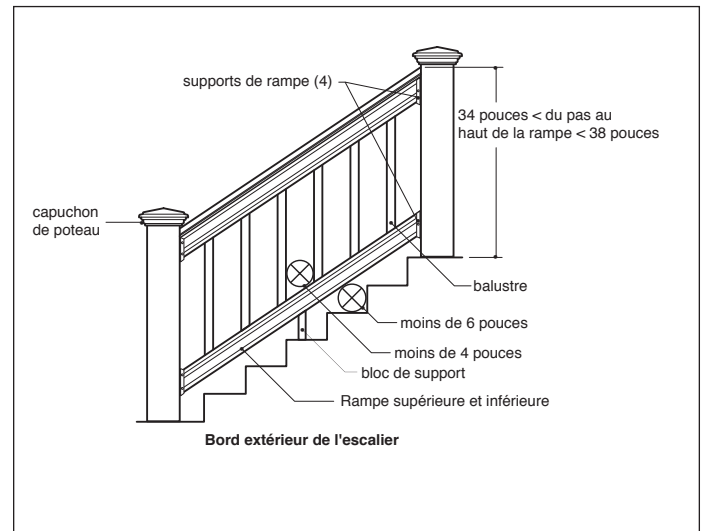

fig. 1
Planification de votre projet : La rampe d'escalier a été conçue pour convenir à des escaliers qui mesurent 25,40 cm (10 po) de giron et 17,15 cm (6¾ po) de hauteur de marche, ce qui crée un angle de 34 degrés. Consultez les codes locaux du bâtiment avant d'entamer votre projet. Une balle de 15,24 cm (6 po) ne doit pas passer à travers le triangle formé par la rampe inférieure, le pas et la contremarche. Les rampes doivent mesurer, en général, au moins 86,36 cm (34 po) et au plus 96,52 cm (38 po) entre le pas et le haut de la rampe (**fig. 1**).
Étape 6 : Serrez fermement le bloc de support au centre de la rampe inférieure sur la surface de platelage pour les travées plus grandes que 91,5 cm (3 pi) (**fig. 1**).